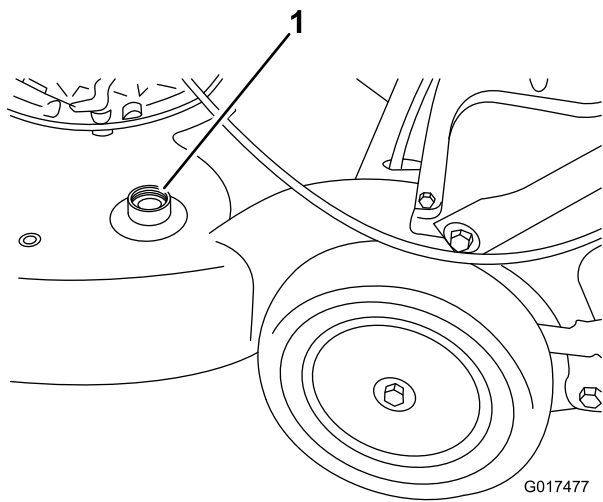

Figure 42
3. Branchez un tuyau d'arrosage, relié à une arrivée d'eau, au raccord de lavage du carter de la machine (Figure 42).